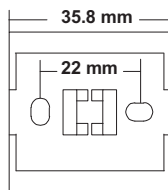

Fig. 3
- En la pared con base de plástico (Fig. 3) y tapas de terminales suministradas (IP30).